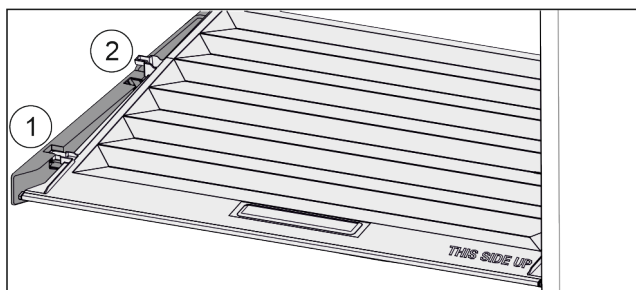

Fig. 45
- ▶ Dra locket framåt Fig. 45 (1) till öppningen i fästdelarna.
- ▶ Lyft det baktill underifrån och ta ut Fig. 45 (2) det uppåt.